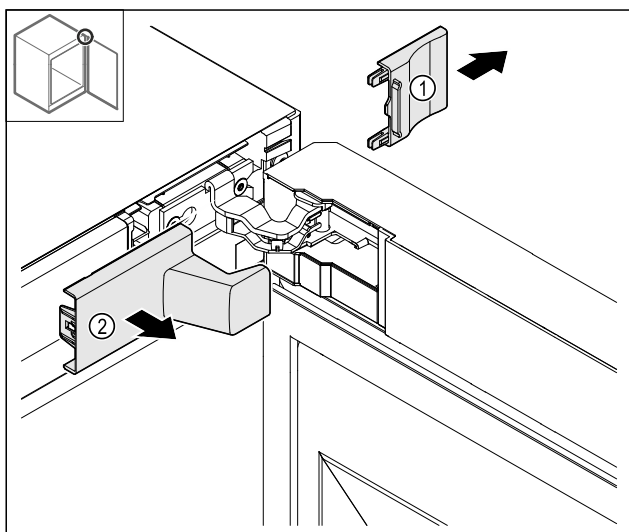

Fig. 9
- Privzdignite pokrov Fig. 9 (1) in ga nato odstranite Fig. 9 (2).